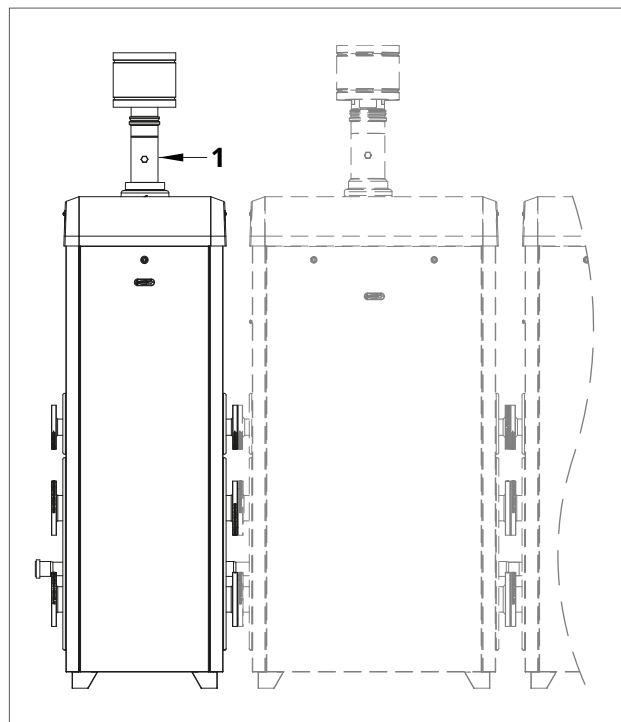
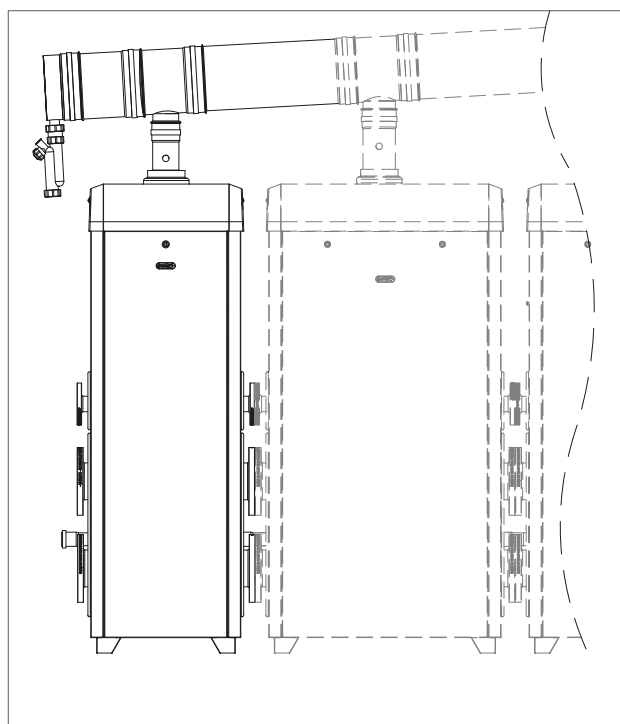

рисунок 1
рис.2
Для подключения линии Modbus к блоку управления последовательно выполните электрические подключения следующим образом (см. рис. 1:
- > Вставьте зонд анализатора дыма в соответствующее дымовое гнездо «PF» (рис. 1), затем проверьте, соответствует ли значение CO значению, указанному в главе «Технические данные», в противном случае отвинтите защитный винт «А» (рис. 2) и отрегулируйте с помощью шестигранного ключа на 4 мм винт «2» (рис. 2) регулятора смещения. Для увеличения значения CO необходимо вращать винт по часовой стрелке и наоборот, если вы хотите его уменьшить. После завершения регулировки верните защитный винт «А» (рис. 2) на регулятор смещения.
- > Убедитесь, что значение CO соответствует как указано в главе «Технические данные», в противном случае отрегулируйте винт «1» (рис. 2) регулятора расхода газа. Чтобы увеличить значение CO, необходимо повернуть винт против часовой стрелки, и наоборот, если вы хотите его уменьшить.
- > При каждом изменении регулировки винта «1» (рис. 2) регулятора расхода газа необходимо дождаться стабилизации котла на заданном значении (около 30 секунд).